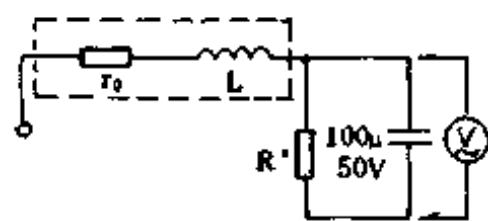

图 2-5
图 2-5 是测量电路,首先用万用表测其线圈直流电阻 r_0 ,选择 R 满足 $\gg r_0$,然后按图示电路接于 220V, 50Hz 电源上,再测电容两端电压 U ,则被测线圈的电感量 $L = R/1.02U$ (H)。例如一线圈由万能电桥测得电感 = 3.188H, $r_0 = 10.1\Omega$,而按图示电路选 R 为 100Ω ,测得直流电压 $U = 28.2V$,可以算出 $L = 100/1.02 \times 28.2 = 3478$ (H),由此看出与实际误差甚小。